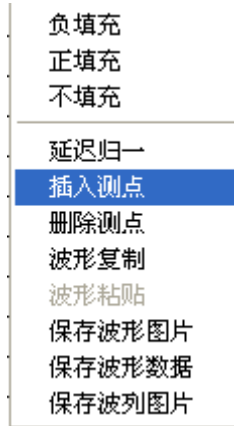

图 7.10 波列操作菜单
2) 波列操作：在波列窗口中，当单击鼠标右键时，可以弹出图 7.10 所示菜单。